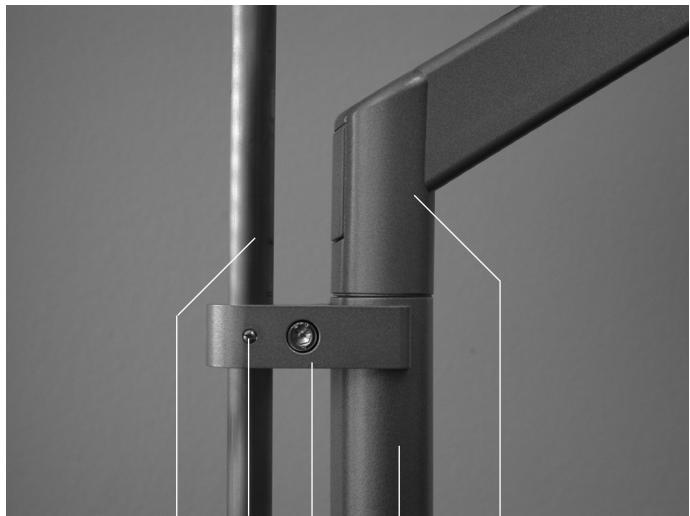

Fig. 61
Etapes du montage (voir Fig. 61 à 62)
- J02 Fixer la pièce de serrage [52] sur le tube vertical [SR] du luminaire (voir Fig. 61).
Remarque : Il est recommandé de poser la pièce de serrage supérieure [52] directement en-dessous du bras porteur [TA] sur le tube vertical [SR] (voir Fig. 61).